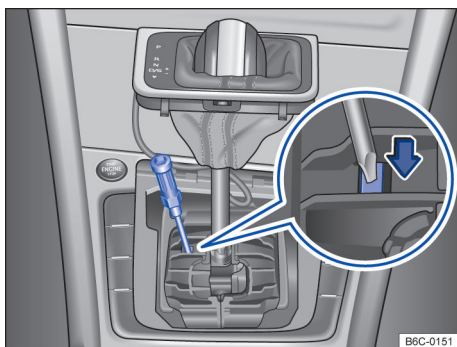

Fig. 98 Desinstalar a cobertura da alavanca seletora e destravar o bloqueio da alavanca seletora emergencialmente.
- Com o auxílio de uma chave de fenda pressionar cuidadosamente a alavanca de destravamento no sentido da seta e manter nessa posição → Fig. 98.